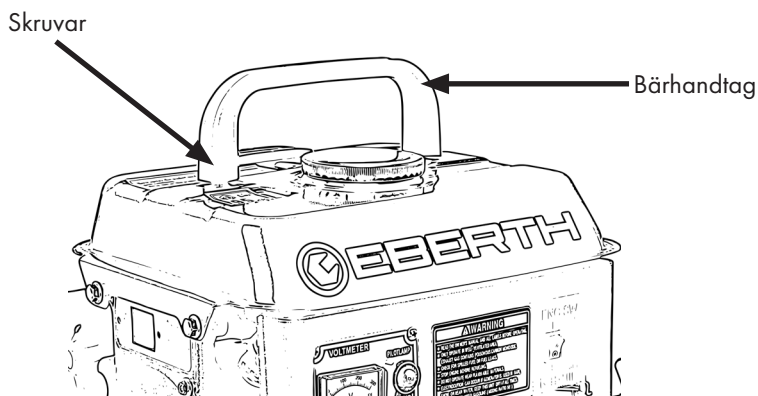

Bild 3
- Sätt fast bärhandtaget i det läge som visas i bild 3 och dra åt skruvarna.